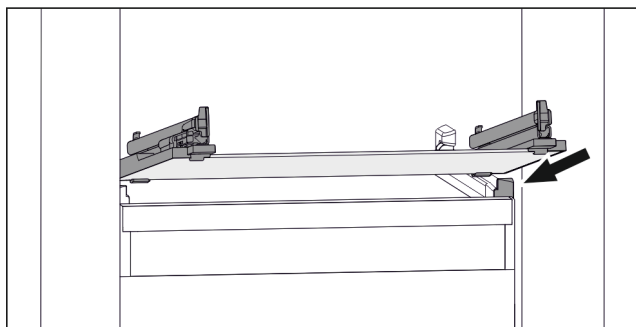

Fig. 168 Příklad znázornění skleněné desky
- ▶ Nasadte skleněnou desku šikmo za zářádky. (viz Fig. 168)